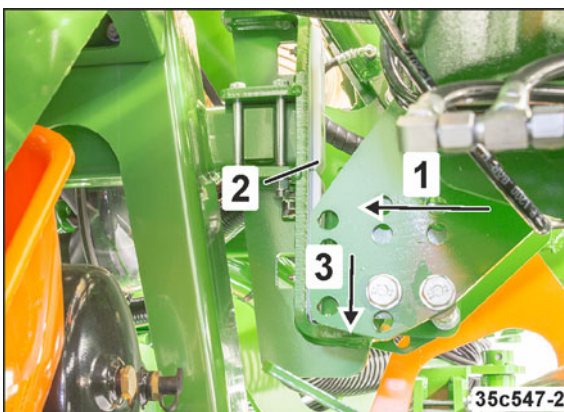

Рис. 234
- 7.1 Активизируйте блок управления трактора **зеленый** до тех пор, пока обе консоли машины (Рис. 234/1) не будут прилегать к направляющим (Рис. 234/2) транспортировочных фиксаторов.
- о пока консоли машины не опустятся и не зафиксируются в блокировочных крюках (Рис. 234/3);
Блокировочные крюки (Рис. 234/3) служат в качестве механических транспортировочных фиксаторов консолей машины.
Проверьте правильность положения блокировочных крюков (Рис. 234/3).